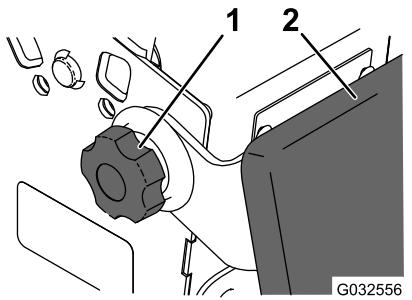

Figura 31
2. Afloje los pomos en cada lado de la máquina (Figura 31).